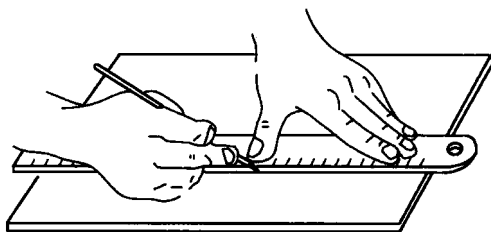

图 1-6 钢直尺用作划线的导向工具
(3) 用作划线的导向工具 划线时, 划针尖靠住金属直尺划线, 如图 1-6 所示, 金属直尺起划线导向作用。